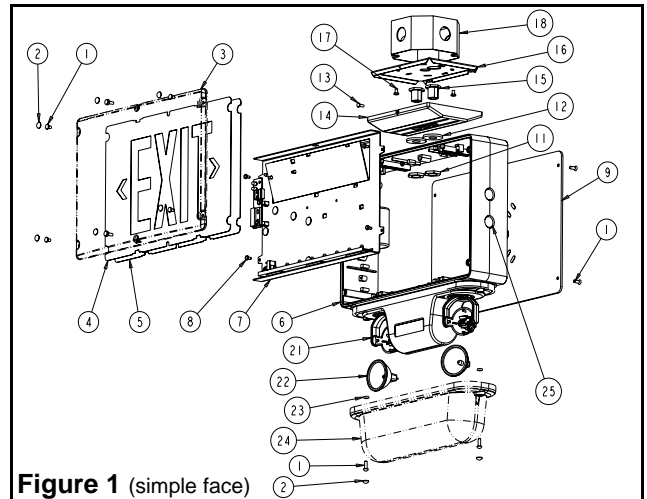
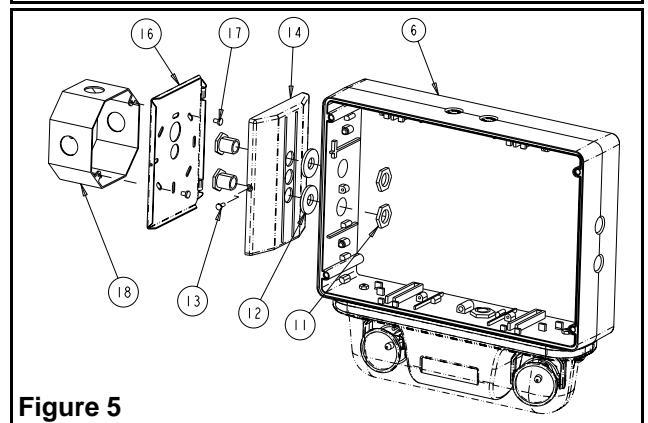

Figure 1 (simple face)
Figure 5
- e. S'assurer que la vis de retenue est accessible ( voir figure 1&2, pièce n° 13). Utiliser les vis de la boîte de jonction pour fixer la plaque arrière du pavillon à la boîte de jonction.
- h. Choisir quels trous du cadre serviront au montage (voir les figures 1,2 et 5). Soutenir le cadre à l'aide de deux blocs de bois espacés à un pouce maximum. Enlever les trous défonçables en frappant d'un coup sec à l'aide d'un marteau et d'un tournevis. Débarrasser les trous de toute bavure, afin de permettre un bon contact avec le raccord fileté. Note: le montage en bout (voir figure 5), bien qu'étanche à l'eau, n'est pas certifié Nema 4X.
- i. Fixer le pavillon au cadre à l'aide du raccord fileté. S'assurer que le joint d'étanchéité est bien placé entre le pavillon et le cadre, et les écrous à l'intérieur de l'indicateur (voir figure 5).
Des couverts pour les vis et les trous défoncables (voir figure 1 et 2 pièces 2 et 25) sont fournis. Ces couverts peuvent être installés pour éviter toute accumulation de nourriture. Note: certains détergents utilisés dans l'industrie alimentaire peuvent affecter la durabilité des lentilles en Polycarbonate.